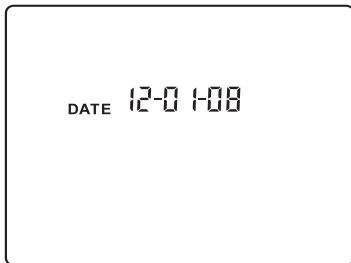

Figura 3
1. Após ligar o instrumento, enquanto a data estiver sendo exibida no display, pressione a tecla “” por aproximadamente 2 segundos para acessar as configurações de data e hora. Nesse momento o primeiro dígito do ano passará a piscar, conforme ilustrado na Figura 3.